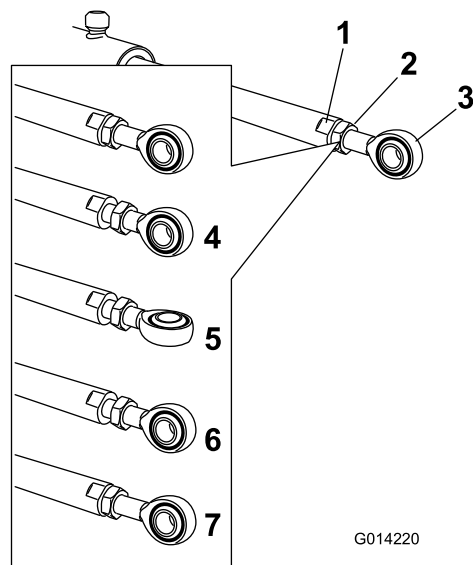

Figure 84
5. Placez une clé sur les méplats de la tige de vérin pour l'immobiliser, puis desserrez l'écrou de blocage pour pouvoir manipuler la tige à œillet (Figure 84).
6. Tournez la tige à œillet dans la tige du vérin pour raccourcir ou allonger le vérin déployé à la position voulue (Figure 84).